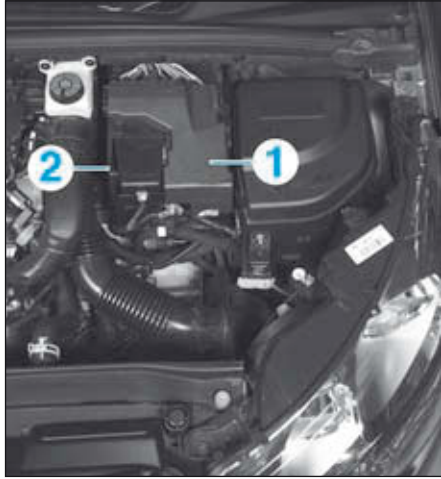

FIG.25
- Dégrafer et écarter le boîtier fusibles (1) (Fig.25).
- Déposer le carter de protection (2) de la batterie.